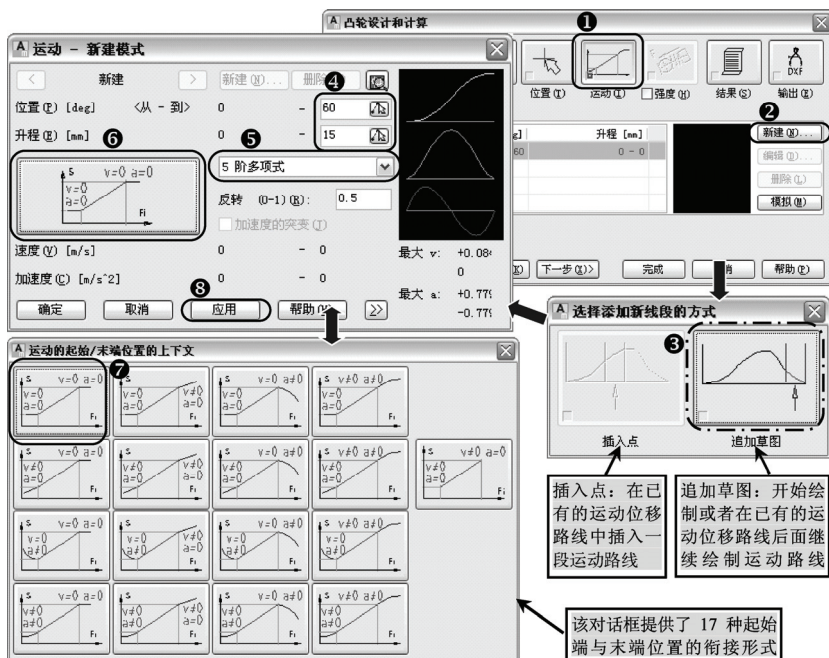

图 12-40 运动选项“升程 1”
6) 单击“运动”选项，单击“新建”按钮，弹出“选择添加新线段的方式”对话框，选择“追加草图”选项，弹出“运动-新建模式”对话框，根据已知条件在“位置”选项中输入“60”，在“升程”选项中输入“15”，选择类型为“5阶多项式”，单击“上下文”工具按钮，弹出“运动的起始/末端位置的上下文”对话框，选择“停顿-停顿”选项，返回“运动-新建模式”对话框，单击“应用”按钮，如图 12-40 所示。